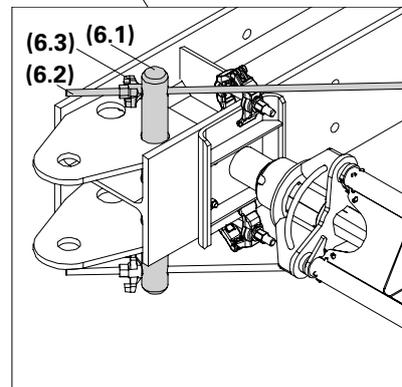

Fig. A2.09a
1. Prémontier l'entretoisement sur la face supérieure à l'aide de l'axe de blocage HDD (6.1), des barres de serrage (6.2) et de l'écrou-disque ou des écrous à trois oreilles (6.3). (Fig. A2.09a)
2. Avant de serrer définitivement les entretoisements, vérifier l'angle droit entre les sablières HDT inférieure et supérieure (4a/4b) et les étais HD (10).